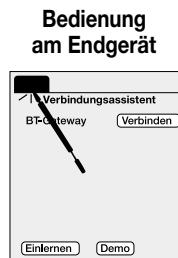
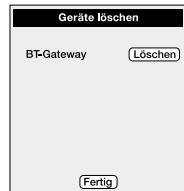

Bild 1:
Bild 2:
1. Eine aktive Verbindung ist ggf. zu trennen. Im Verbindungsassistenten (vgl. "1.3 Verbindungsassistent") wird durch Anwählen des Menüpunktes 'Geräte löschen' (vgl. Bild 1) der Dialog 'Geräte löschen' (vgl. Bild 2) aufgerufen. In diesem Dialog erscheint eine Liste mit allen in das Endgerät eingelernten Bluetooth Gateways.